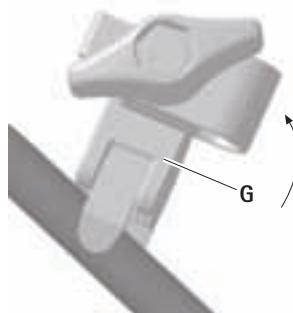

Fig. 9
- ▶ Retirar la grapa **G** del marco presionando lateralmente, ver Fig. 9.